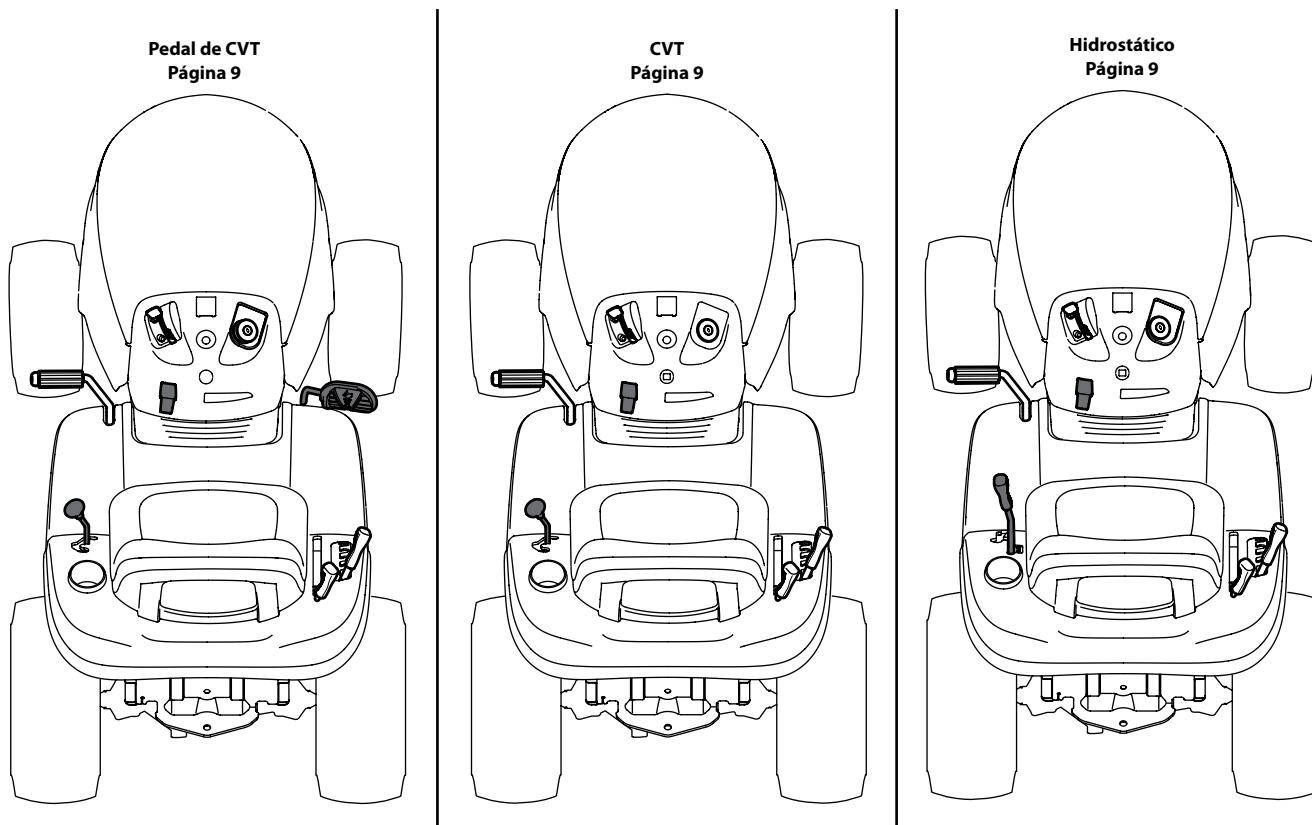

Figura 2-1
**NOTA:** Este manual de operación cubre distintos modelos. Las características pueden variar según los modelos. No todas las características que se incluyen en este manual se aplican a todos los modelos y el modelo que se ilustra aquí puede diferir del suyo. Consulte la Figura 2-1 para que coincida con su estilo de transmisión; Pedal de CVT (transmisión variable continua), CVT (transmisión variable continua) o hidrostático.
Consulte la Figura 2-1 y vaya al modelo correspondiente a su depósito de gasolina.